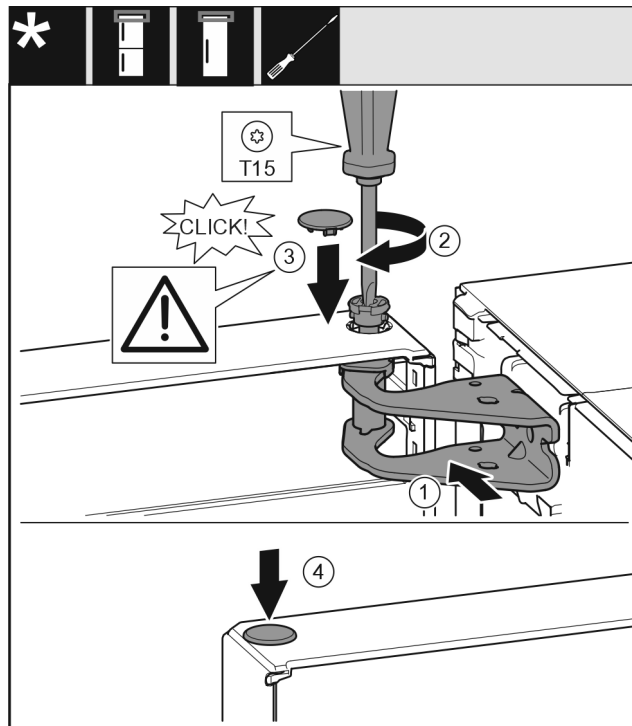

Fig. 21
- Dvere hore vyrovnajte s otvorom v ložiskovej konzole. Fig. 21 (1)
- Vložte čap Fig. 21 (2) a pevne ho priskrutkujte skrutkovačom.
- Namontujte poistný kryt Fig. 21 (3) pre poistku dverí: Nasadte poistný kryt a skontrolujte, či prilieha ku dverám. Inak čap vložte úplne.
- Vložte zátku Fig. 21 (4).